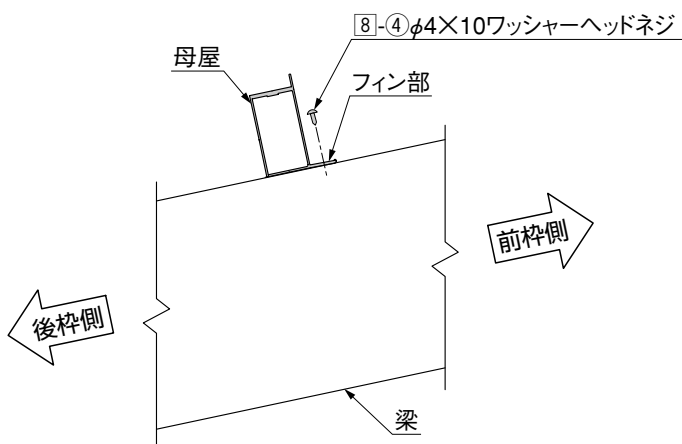

図3-2
② 前枠側にフィン部を向けて、母屋を梁に8-4で取付けてください。(図3-2参照)